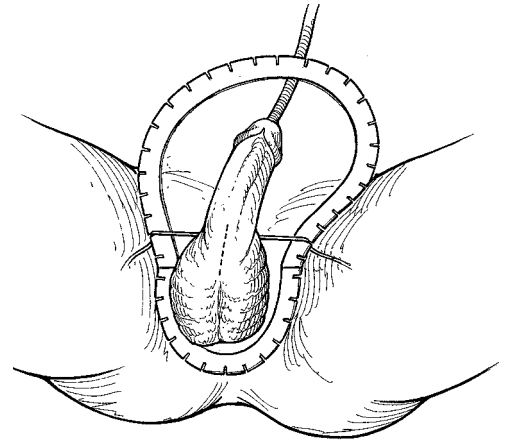

Figure 4-2. Méthode pénoscrotale : identification du site d'incision
- Lors de l'utilisation du rétracteur SKW, disposez le rétracteur sur le patient, le grand anneau vers la tête du patient (céphalad) et l'anneau le plus petit vers les pieds du patient (caudal). (Figure 4-2)
- Tout en maintenant l'incision sur le pénis, disposez les crochets à 1, 5, 7, 11, 3 et 9 heures. (Figure 4-2)